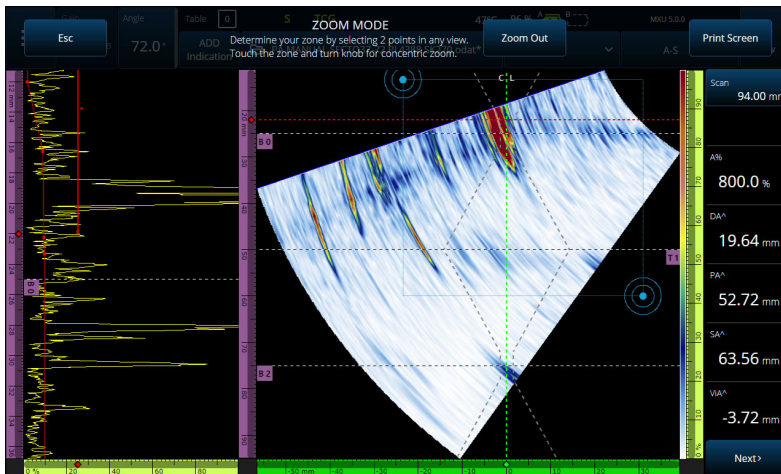

図 2-11 ズーム例
1. ズーム表示キー (🔍) を押して、ズームモードをオン (またはオフ) にします (44 ページの図 2-11)。
- ◆ ズーム表示キー (🔍) を押してズームモードをオンにして (44 ページの図 2-11)、画面上の Print Screen (画面印刷) をタップします。